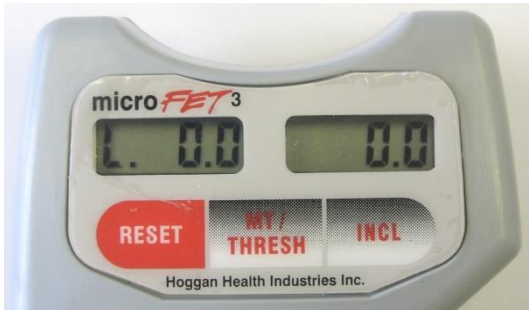

Abbildung 10. Anzeige für Schwellenwerteeinstellung/ Drahtlosmodus aktiv
- Ist der Drahtlosmodus aktiviert, weist ein Punkt hinter der Schwellenwertangabe „L“ oder „H“ auf diesen Umstand hin (siehe Abbildung 10).
- Die aktuelle Schwellenwerteeinstellung wird entweder als „L“ oder „H“ auf der linken Seite des linken Displays angezeigt. In Abbildung 10 ist das Gerät in der niedrigen Schwellenwerteeinstellung „L“ zu sehen.